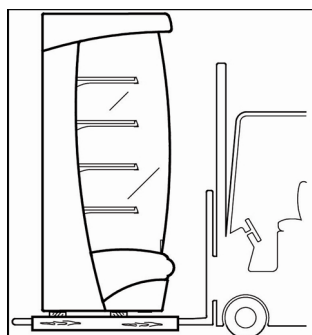

Рис.4
- Всегда размещать погрузочные скобы в указанных точках (Рис.4).